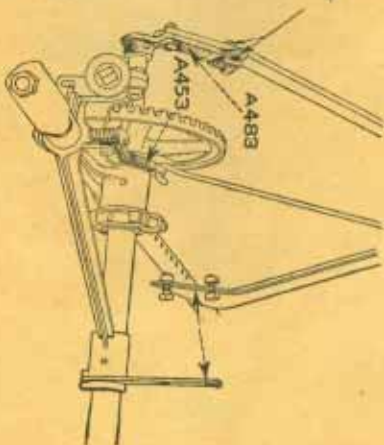

Abbildung Nr. 19.
4. Halte die Haspel-Hebel-Riegelarme in den Riegel (A 483) ein. Befestige den Verbindungsarm (A 488) am Ende der Außenstütz-Weile mittels des darin getriebenen Sattels. Befestige den Haspelhebel an dem Verbindungsarm. (Siehe Abbildung Nr. 19).